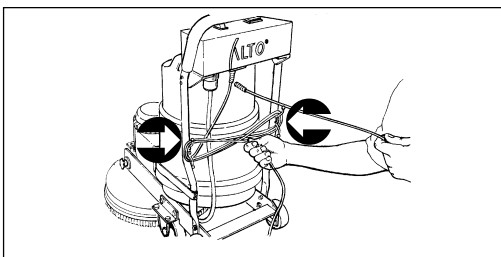

Figura 11
9. Inserire il cavo di alimentazione del gruppo di aspirazione nello scomparto sul retro della maniglia. Verificare che la lunghezza del cavo sia sufficiente a consentire il collegamento alla scatola comandi. Spostare l'interruttore di accensione del gruppo di aspirazione su "ON" e verificare che rimanga in questa posizione. Vedere la Figura 11.